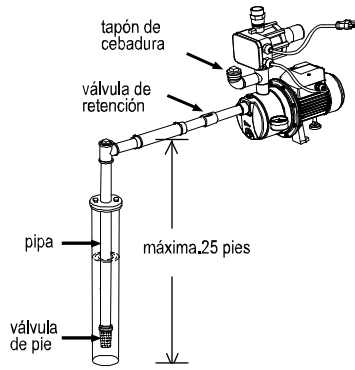

Figura 1
AVISO: El tapón de cebadura ya tiene un aro tórico instalado y no es necesario Cinta de PTFE. (Figura 1)
1. Conecte el tubo de succión a la entrada de la bomba. (Figura 1)